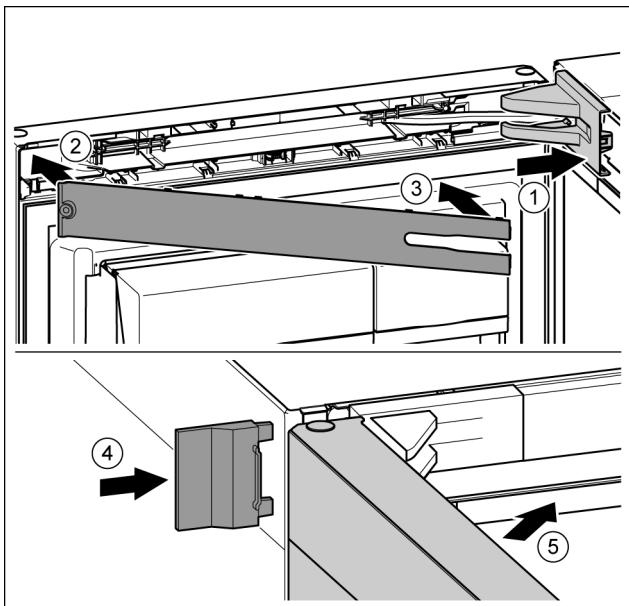

Fig. 43
- Lagerbockabdeckung aufsetzen und einrasten, ggf. vorsichtig auseinanderdrücken. Fig. 43 (1)
- Blende aufsetzen. Fig. 43 (2)
- Blende einschwenken und einrasten. Fig. 43 (3)
- Äußere Abdeckung aufschieben. Fig. 43 (4)
- Obere Tür schließen. Fig. 43 (5)